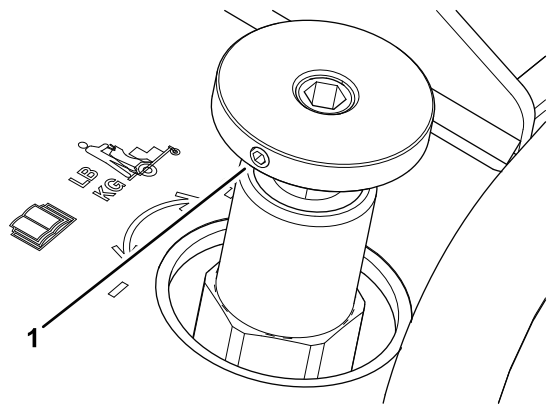

Figura 24
- Si la máquina se eleva y los neumáticos no tocan el suelo, gire el control de ajuste del peso del operador en sentido antihorario (Figura 24) para bajar la máquina hasta que los neumáticos toquen el suelo.